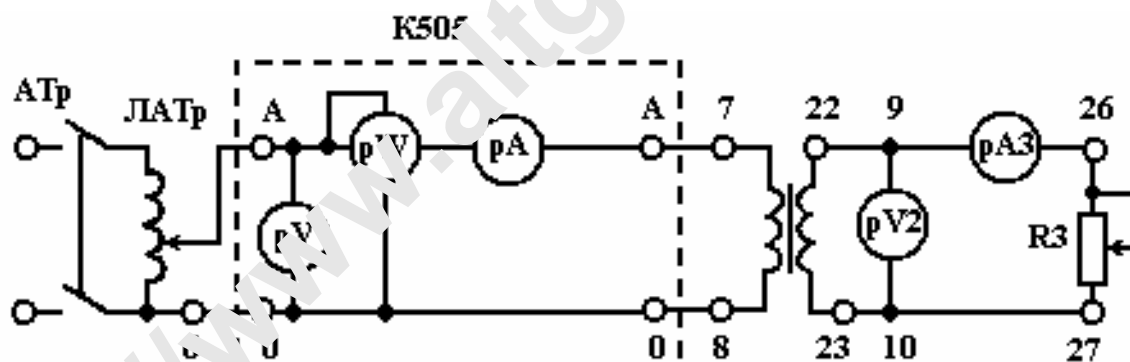

Рисунок 4
2. Собрать электрическую схему по рис. 4;